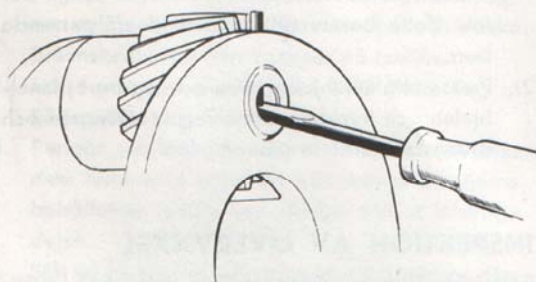

Bild 24. Demontering av låspinne
1. Bryt bort oljefångaren med en mejsel. Avlägsna låsstiften för planet-hjulsaxlarna genom att först trycka ut dem med en dorn eller dylikt, se bild 24, och därefter ta ut dem med en fång. Går inte detta borras stiften ur med ett passande borrar.